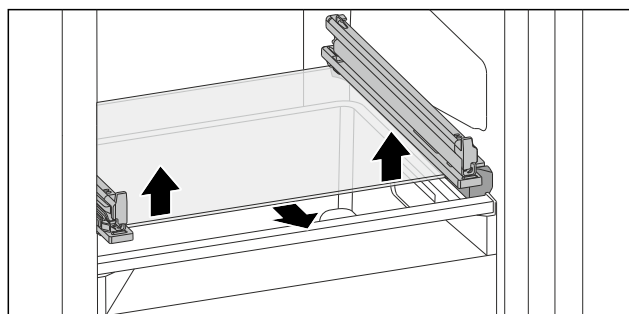

Fig. 133 Płyta szklana szuflady odchylanej
- ▶ Docisnąć płytę szklaną od dołu do góry po obu stronach. (patrz Fig. 133)